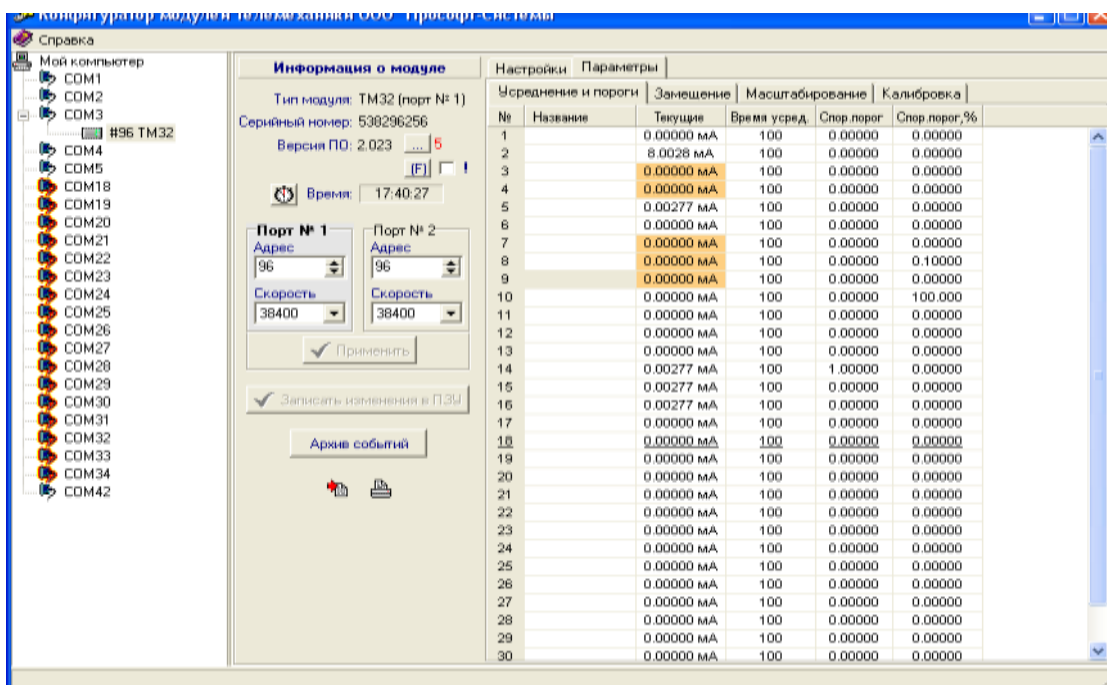

Рисунок 1.3.6. Окно контроля текущих значений, спорадики и периода усреднения.
1.3.5.10 В правом поле окна (Рисунок 1.3.6) отображаются параметры настройки выходов модуля.